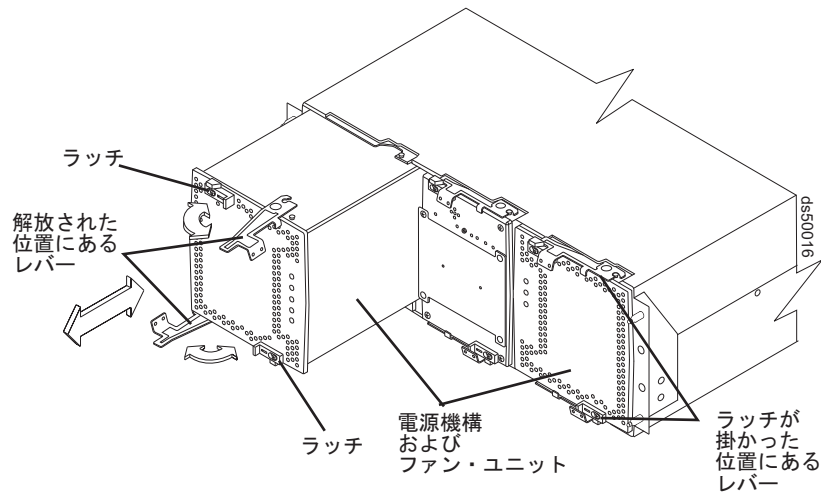

図 130. DS5100 または DS5300 から電源機構およびファン・ユニットの取り外し
9. 障害を起こした電源機構およびファン・ユニットの上部および下部のレバーのラッチを外します。両方のレバーを同時に外に回転させ、障害を起こした電源機構およびファン・ユニットを取り外します。(238 ページの図 130 に、スト